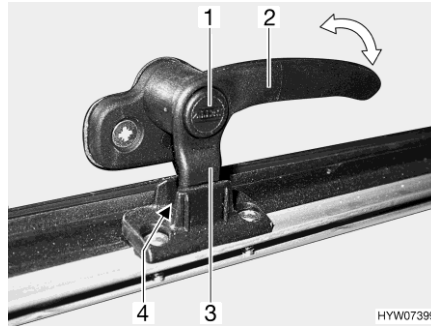
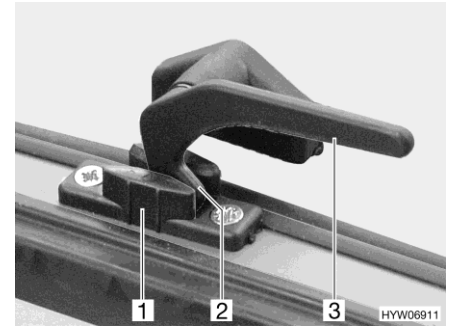

Bild 90 Låsarm med låsknapp i läget "kontinuerlig vädning"
Bild 91 Låsarm i läget "kontinuerlig vädning"
- I läget "kontinuerlig vädning" (Bild 90 och Bild 91)
- Tryck på låsknappen (Bild 90,1) om sådan finns och håll den nedtryckt.
- Sväng låsarmen (Bild 90,2 eller Bild 91,3) ett kvarts varv mot fönstrets mitt.
- Vrid tillbaka låsarmen. Därvid måste låsarmens låsspak (Bild 90,3 eller Bild 91,2) föras in i spåret på fönsterlåsen (Bild 90,4 eller Bild 91,1).
- Släpp låsknappen (Bild 90,1) om sådan finns.